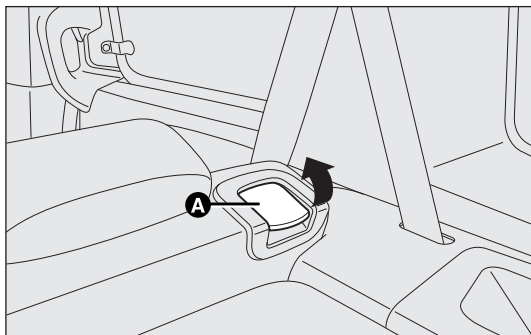

fig. 89a
- ☐ levante la palanca A-fig. 89a de retención del respaldo y abátalo hacia delante para obtener un compartimento de carga uniforme. El levantamiento de la palanca se confirma con una banda roja .